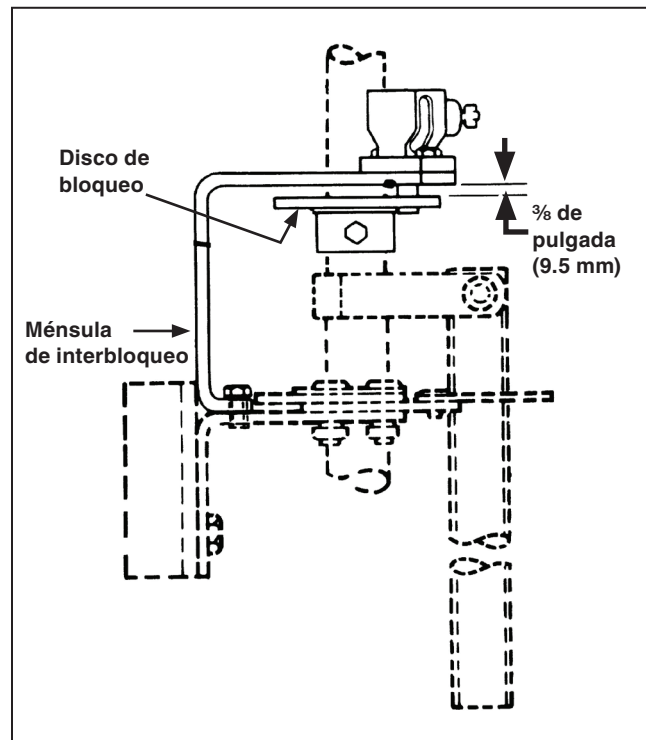

Figura 30. Detalle del grupo de la llave de interbloqueo.
- (e) Mientras el seccionador interruptor está en la posición de **Cerrado**, utilice el tornillo de interbloqueo para posicionar el disco de interbloqueo de tal manera que el tornillo entre a la ranura de posición por el disco (y que entre a la ranura de posición cerrada cuando el interruptor esté en la posición de **Abierto**). Sujete el disco de bloqueo  $\frac{3}{8}$  de pulgada por debajo de la ménsula de bloqueo (ver Figura 30) y perfore barrenos de  $\frac{7}{16}$  de pulgada a través de la sección del tubo operativo vertical, utilizando los barrenos del collar del disco de bloqueo como guía. Enganche el disco de bloqueo al tubo, utilizando el tornillo de  $\frac{3}{8}$ -16  $\times$  3, la tuerca y la arandela que se proporcionan.